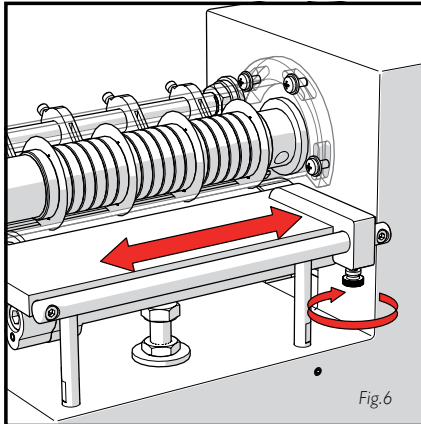

Fig.6
- Отрегулируйте положение упора, чтобы добиться желаемой ширины скашивания. Рис.6